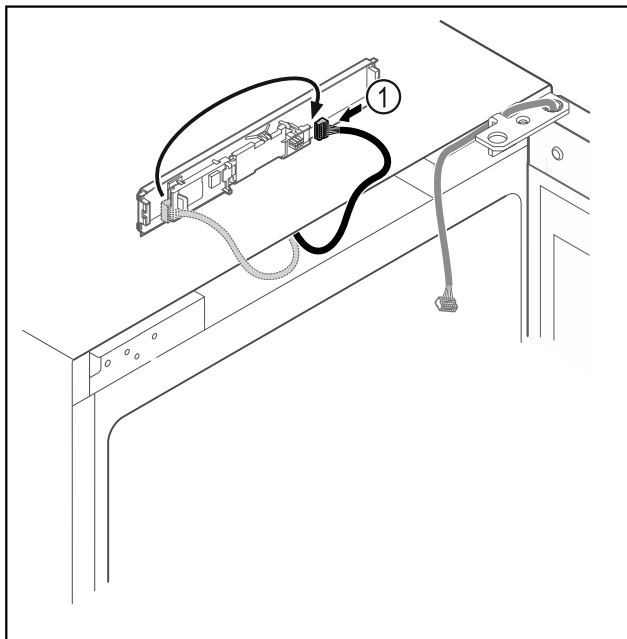

Fig. 20
- Flyt stikket Fig. 20 (1) på printkortet.